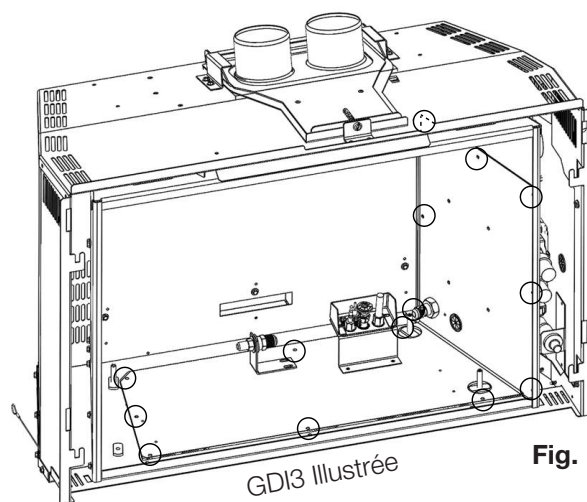

Fig. 1
- C. Retirez les 4 vis qui retiennent le cadre de la lentille (**Fig. 1**). Ce cadre retient la lentille de verre. Vous pouvez maintenant accéder à l'ampoule.
- D. Retirez les 14 vis servant à fixer l'assemblage de la soupape (**Fig. 1**).